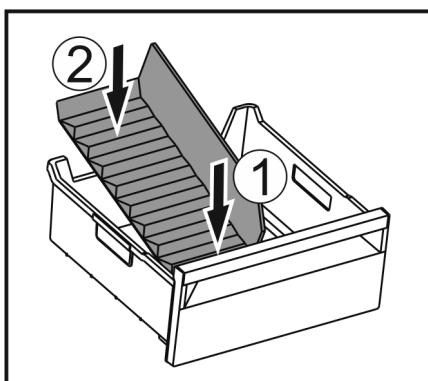

Fig. 250
- Vorderen Teil des Eisfach-Trenners einsetzen. Fig. 250 (1)
- Hinteren Teil des Eisfach-Trenners bis zum Schubfachboden absenken. Fig. 250 (2)